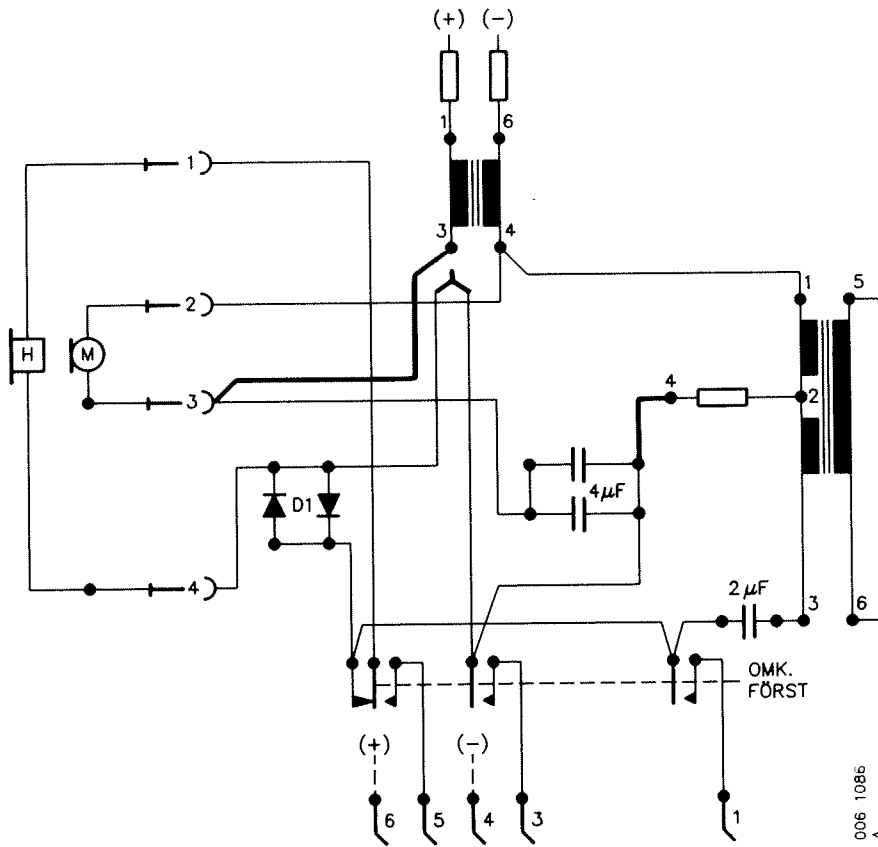

Bild 52. Enhetens koppling efter modifiering
- Flytta, enligt bild 52, förbindningen som lösts bort från C=4 μ F. Toppskarva förbindningarna som lösts bort från drosseln.